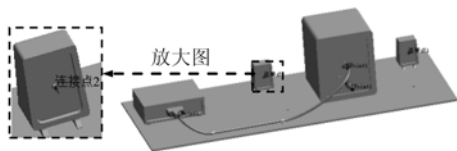

图 11.11.17 连接点 2
Step1. 将点添加到线路。右击图 11.11.17 所示的连接点 2，在系统弹出的快捷菜单中选择 **添加到线路** 命令。